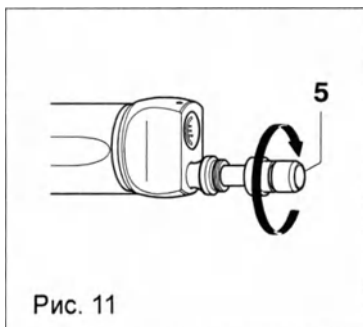

Рис. 11
◇ Отвинтить соединительный элемент для холодного света (5) (рис. 11).